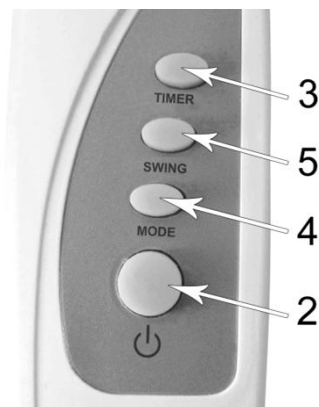

Рис. 4
- Нажмите один раз кнопку «MODE» ПДУ (4) (См. Рис. 4) - тепловентилятор будет работать в режиме обогрева средней мощности (1000 Вт).
- Нажмите кнопку «MODE» (4) еще раз, тепловентилятор будет работать на полную мощность (2000 Вт).
- Для изменения направления воздушного потока, равномерного распределения тепла, нажмите кнопку «SWING» ПДУ (5) (См. Рис. 4).